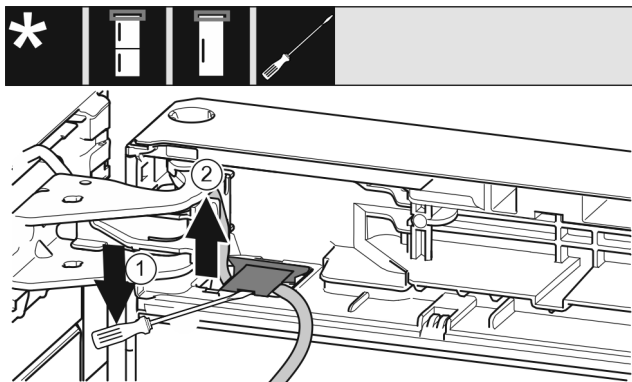

Fig. 21
- ▶ Løft afdækningen med en flad skruetrækker, og træk den ud. Fig. 21 (1)
- ▶ Træk kablet ud. Fig. 21 (2)